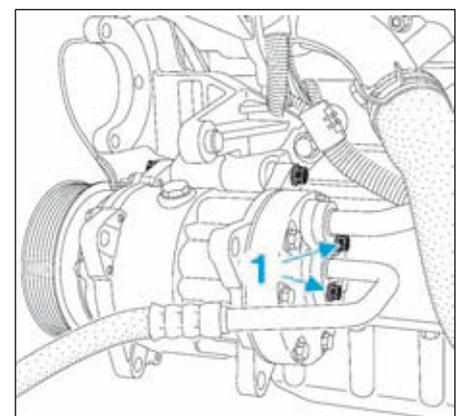

FIG.10
- Déposer les vis (1), puis les raccords des tuyaux du compresseur (Fig.10).